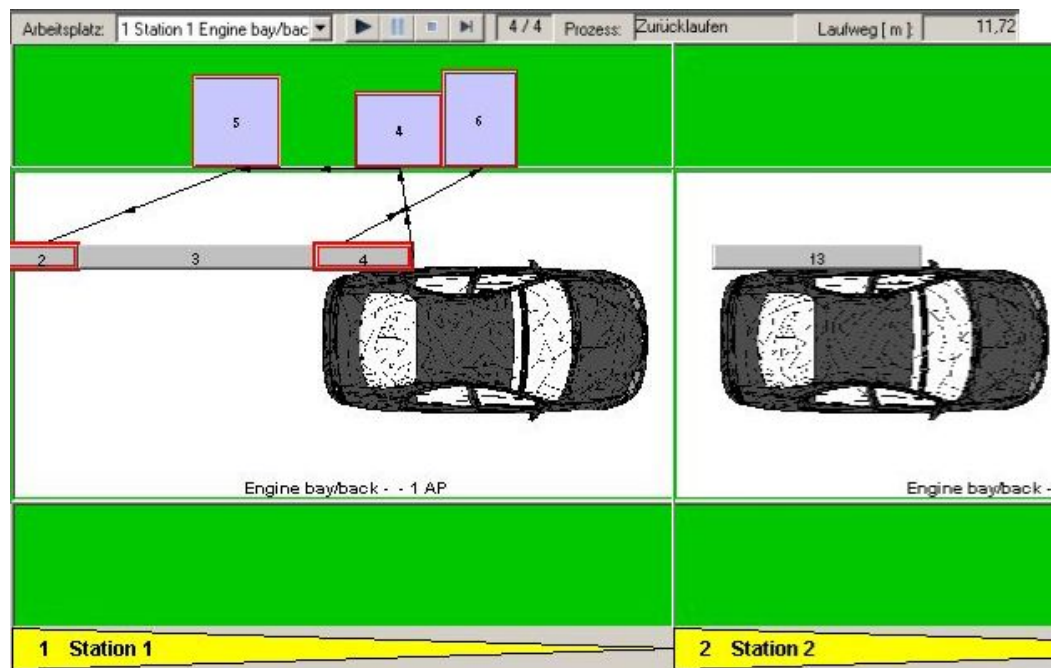

Abbildung 300: Beispiel für - Laufwege simulieren und anzeigen
- Ein Mitarbeiter holt sich für jeden zu verarbeitenden Prozess den Teilebedarf aus dem Teilebehälter separat. Siehe auch: Abbildung 300.
- Um das Simulationsfenster zu öffnen, klicken Sie im Kontextmenü auf *Laufwege anzeigen*. Siehe auch: Abbildung 300.
Siehe auch: Abbildung 300.